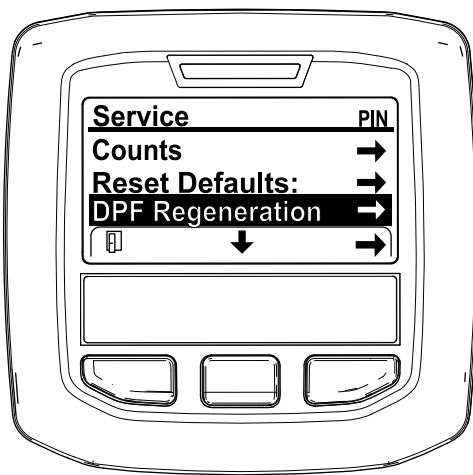

図 38
3. 整備メニューSERVICE MENUで、中央ボタンを押してDPF 再生DPF REGENERATIONへ移動し、右ボタンでDPF 再生DPF REGENERATIONを選択する 図 38。